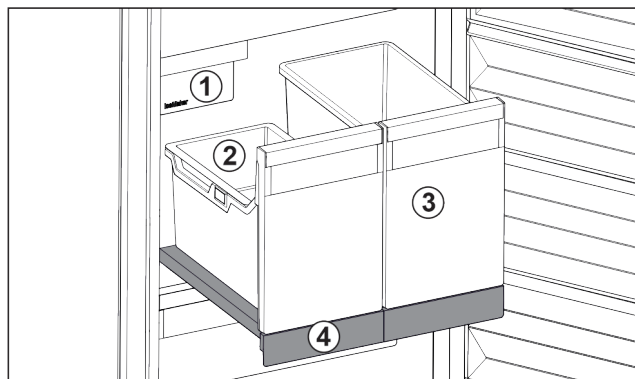

Fig. 22 Compartiment coulissant avec IceTower
- (1) IceMaker
- (2) Balconnet pour glaçons
- (3) Bac pour pizzas, boissons alcoolisées, etc.
- (4) Compartiment coulissant
Le compartiment coulissant comprend deux bacs hauts (IceTower). Le bac Fig. 22 (2) permet de recueillir et de stocker les glaçons de l'IceMaker. Les bacs Fig. 22 (3) sont conçus pour stocker des aliments hauts comme les pizzas et boissons alcoolisées.